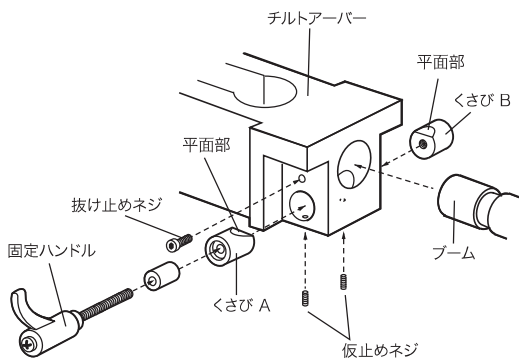
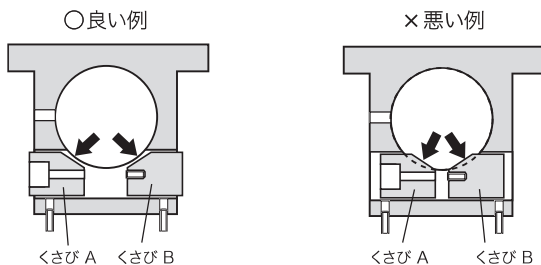

図2
図3
- ① 図2のようにくさび A、B を、平面部が真上に来るように挿入し、下方より仮止めネジで軽く固定する。その際、ブームの挿入時に接触しない位置(図3)に固定する。
- ② チルトアーバーを、ブーム先端に挿入する。固定ハンドルをくさびA側から軽く捻じ込んだ後、仮止めネジを緩める。その後、固定ハンドルをさらに捻じ込み、チルトアーバーを希望の角度に固定する。
- ③ 抜け止めネジを軽く捻じ込み、チルトアーバーが抜けるのを防止する。